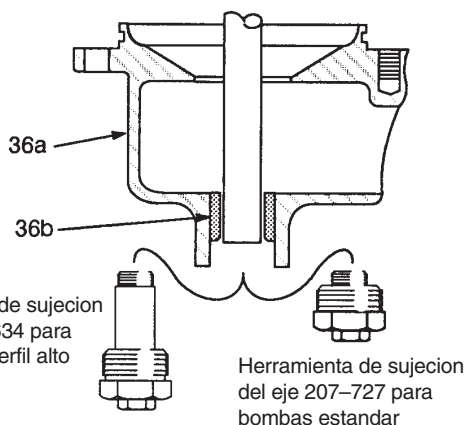

Fig. 3
9. Si se monta la bomba en un soporte de reparación, instalar la herramienta de sujeción del eje. Ver Fig. 3.
17. Poner la tuerca de eje (28) utilizando una llave de tubo y llevarla a fondo sobre el conjunto de acoplamiento (58).
18. Alinear el hexágono de la placa de retención de la tuerca (58c) con la tuerca de eje (28) y fijar la varilla de fijación (58d).
19. Poner los dos tornillos de sujeción, las arandelas y los muelles (10, 11, 25). Apretar los tornillos y comprobar el recorrido vertical del retén (A) contra el resorte. Si la tuerca de eje (28) y el alojamiento del acoplamiento (58) están correctamente instalados, el retén deberá elevarse entre 3,2 y 3,8 mm (0,12 a 0,19") antes de que los resortes estén bien comprimidos.
20. **Si la bomba va montada en un soporte de conjunto**, aflojar la herramienta de sujeción del eje. Ver Fig. 3.